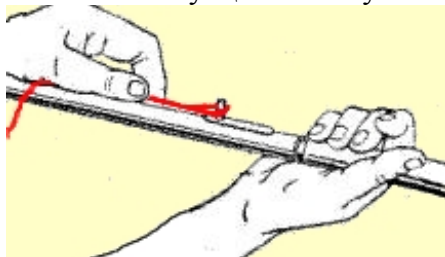

Рисунок 9. Разбор стрингеров и привальных брусьев с помощью петельки из веревки (можно использовать плоскогубцы).
2. Разберите состыкованные между собой стрингера (23,24) и привальные брусья (21,22), оттягивая руками или плоскогубцами выступающий рычажок – рисунок 9.